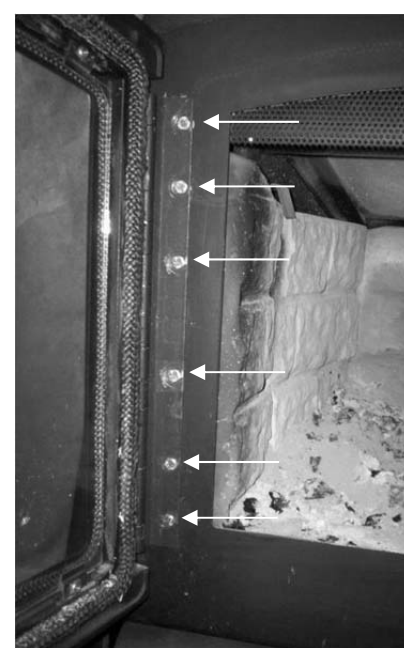

Figure 8 Ajustement de la penture sur le foyer
14. Si nécessaire, dévissez légèrement les vis retenant la penture sur la façade (voir Figure 8). Déplacez la porte avec la penture tel que désiré. Resserrez toutes les vis de la penture sur la façade.